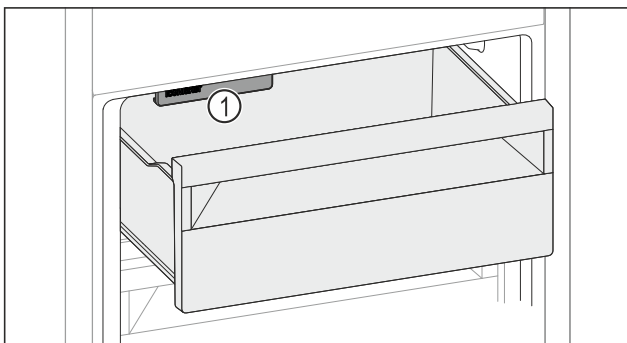

Fig. 65
- Tenez compte de l'IceMaker Fig. 65 [1].